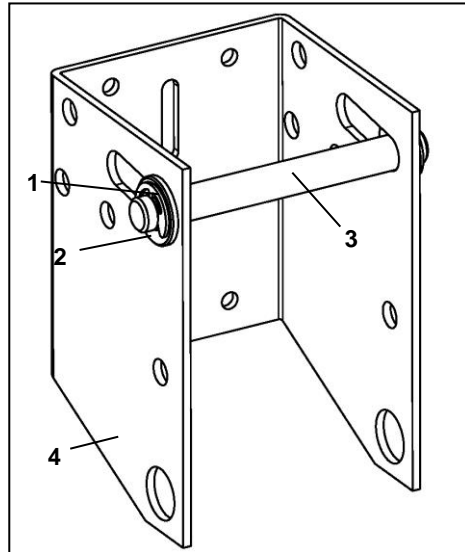

Bild 2
1. Sicherungsring (1) und Scheibe (2) am Verriegelungsbolzen (3) lösen und aus der Öffnerhalterung herausnehmen (**Bild 2**).